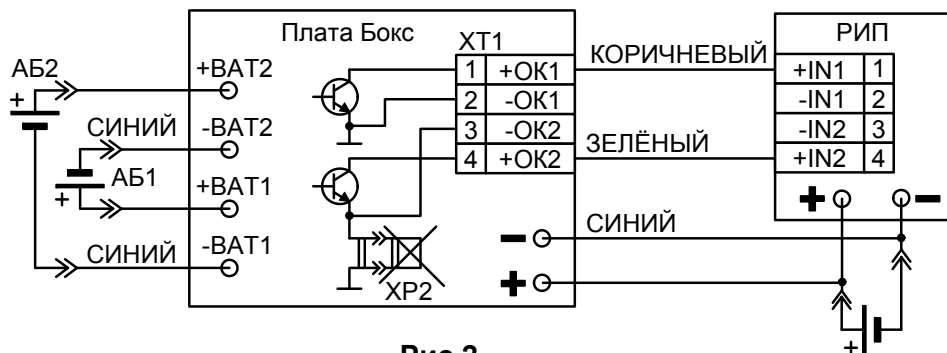

Рис.2
- по интерфейсу, в случае его подключения к РИП имеющие специальные входы (схема подключения Рис.2);
2.2.4 Порядок подключения к РИП (схема Рис.2).
1) Подключить провода кабеля, идущего от интерфейсного разъема ХТ1 Бокса, к соответствующим клеммам РИП согласно схеме приведенной на Рис.2. Неиспользуемые провода заизолировать.
5) Подключить клеммы выходного кабеля, **соблюдая полярность**, непосредственно к выводам АБ, которая устанавливается в источник питания РИП (т.е. параллельно клеммам источника питания, см. рис.2).
2.3.1 Для работы Бокса совместно с приборами, имеющими специальные входы IN1 и IN2, подключение производится по схеме на рис.2. Использование специального интерфейса позволяет управлять работой Бокса, и получать информацию о его состоянии. Это даёт возможность наиболее полно использовать ресурс внутренних АБ Бокса.